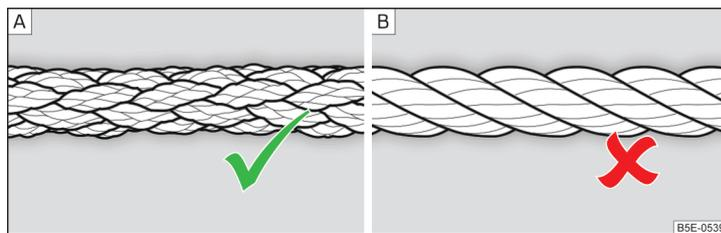

Fig. 189 Cable para remolcar trenzado / Cable para remolcar en espiral
Para el remolque por medio de un cable de remolque, usar solamente un cable de fibra plástica tejida » fig. 189 - [A] » [!].
- Para remolcar no debe utilizarse ningún cable de remolque en espiral » fig. 189 - [B], la argolla de remolque puede desenroscarse en el vehículo. - ¡Existe peligro de accidente!